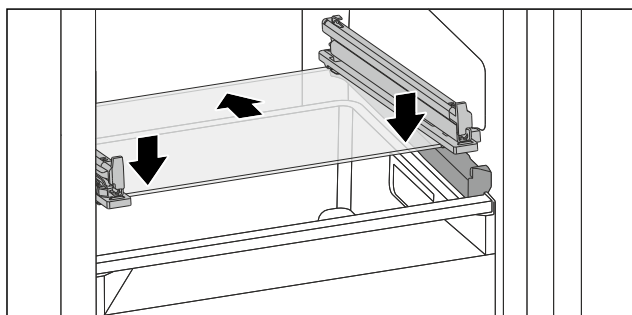

Fig. 134 Skleněná deska odklápěcí zásuvky
- Nasadte skleněnou desku šikmo za zářezky. (viz Fig. 134)